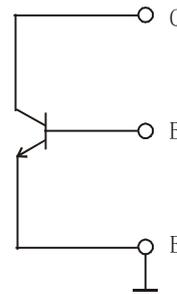
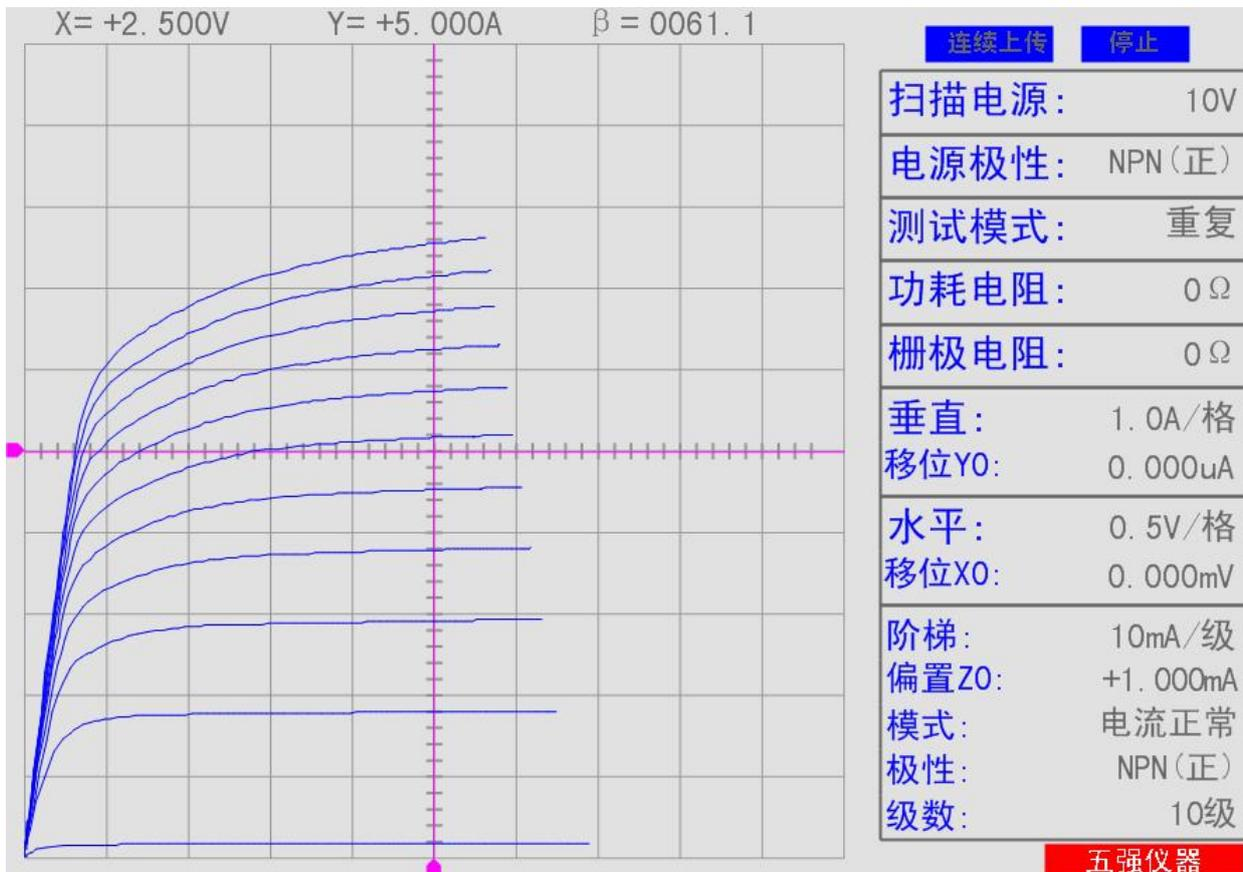

图 22
图 23 TIP35C 曲线及设置参数档位
6.4 NPN 型三极管 TIP35C 连接见图 22，特性曲线见图 23